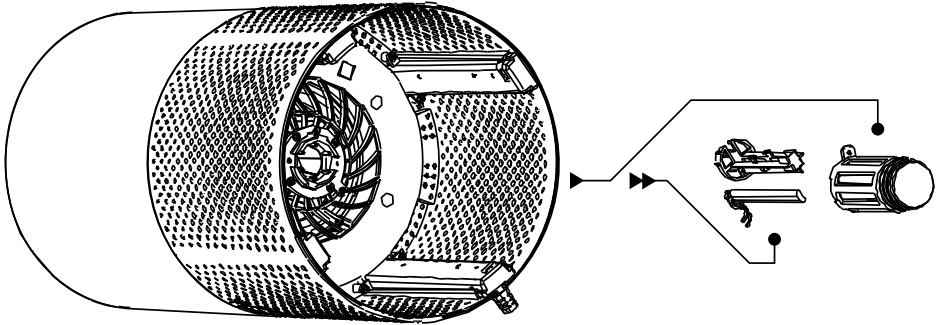

Abb. 3
2. Der integrierte Filter (7) kann gelegentlich mit einem feuchten Tuch von Staub befreit werden, vor allem auf der Seite des Vorfilters (außen). Der Filter kann auch auf niedriger Stufe oder mit einer Bürste mit weichem Haar vorsichtig abgestaubt werden. Den Filter nicht in Wasser tauchen und nicht auseinanderbauen. Falls der Luftreiniger mittels des Kontrollämpchens den notwendigen Filtertausch anzeigt, ist der Filter auszutauschen (siehe: BESCHREIBUNG DER MONTAGE UND DEMONTAGE DES FILTERS). Unter normalen Bedingungen signalisiert der Luftreiniger etwa alle 6 Monate die Notwendigkeit eines Filtertauschs. Bei intensivem Betrieb des Geräts kann dieser Zeitraum kürzer ausfallen. Tauschen Sie den Filter alle 6 Monate aus, auch wenn das Gerät keinen Filtertausch signalisiert.
3. Der Behälter für den Filter (8) sollte beim Filtertausch mit einem feuchten Tuch gereinigt werden.
- Filter vom Gerät abschrauben (7)
- Gerät auf die Seite kippen (Abb. 3)
- Schraube am Gehäuse der UV-Lampe (9) aufschrauben
- Filter (7) im Luftreiniger montieren